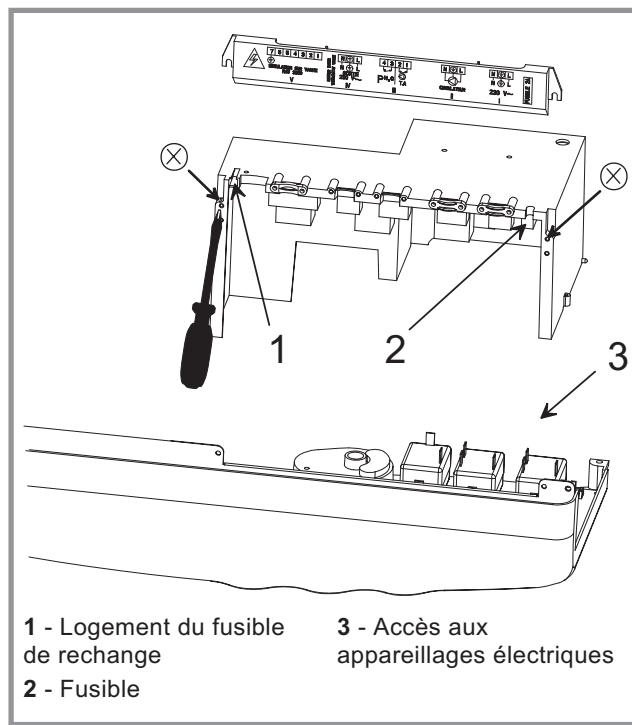

Figure 29
- Enlever les 2 vis pour déposer le capot et accéder au fusible de rechange (fig. 29).